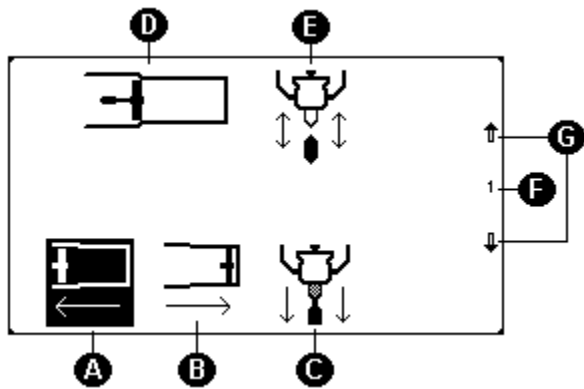

Figura 17: Pantalla de mantenimiento (M1)
2. Cuando el modo actual de la válvula de suministro (E en la Figura 17) sea , la válvula se abrirá y permanecerá abierta independientemente de la posición del pistón.